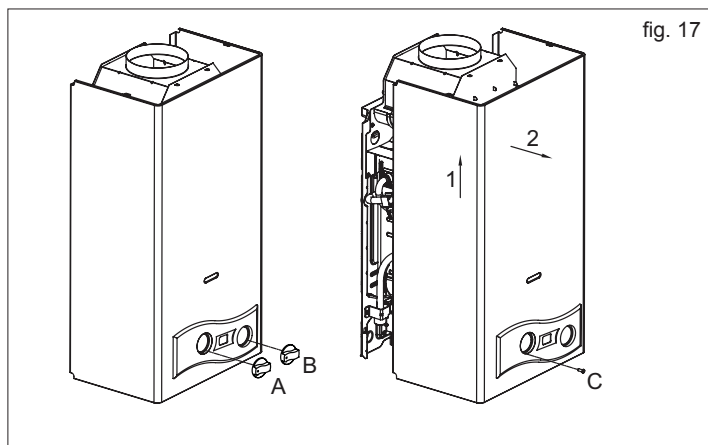

fig. 17
4.a Para tirar a cobertura (Fig. 17)